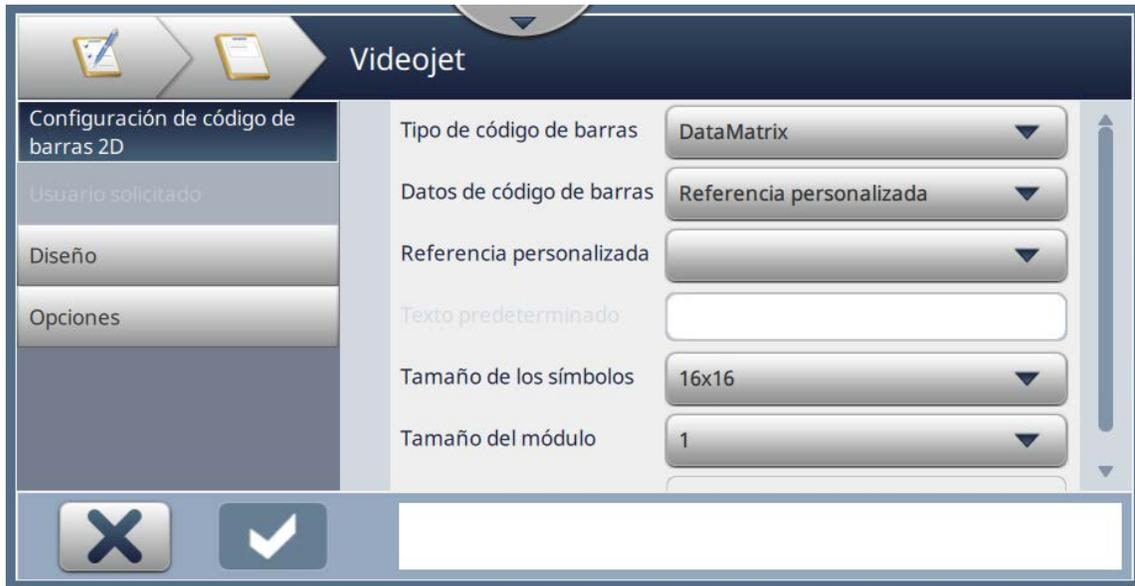

Figura 6-11: Pantalla Configuración de código de barras 2D
7. La pantalla Configuración de código de barras 2D permite al usuario seleccionar la referencia personalizada, como se muestra en la Figura 6-11.